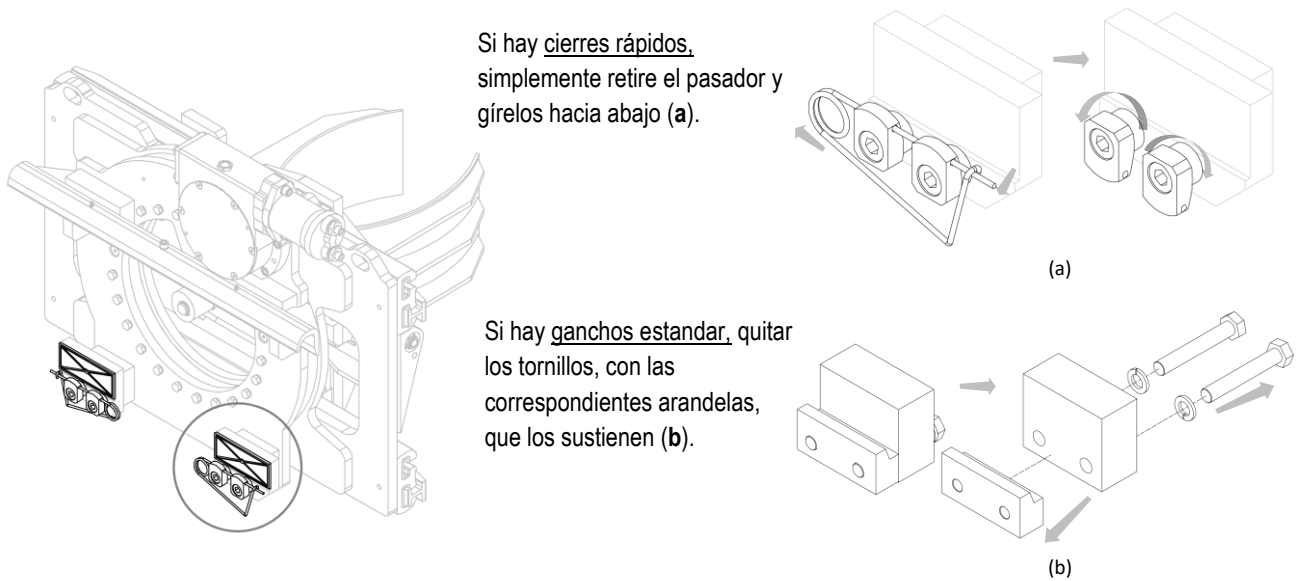

Figura 7
5. Quitar los ganchos inferiores del implemento y lubricar las deslizaderas (mira *Figura 7*).